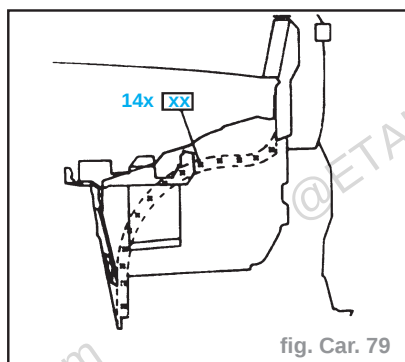

fig. Car. 79
- Le tablier d'auvent inférieur - chasser à la perceuse (fig. Car. 79).
- le tablier d'auvent inférieur (fig. Car. 79).